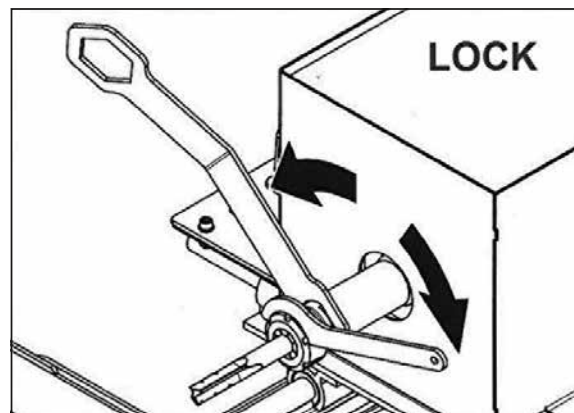

Fig.6
- Span de moer terug op met de voorziene gereedschappen. (Fig 6).